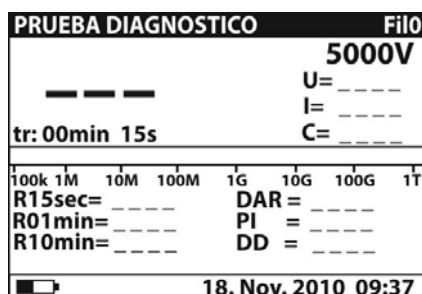
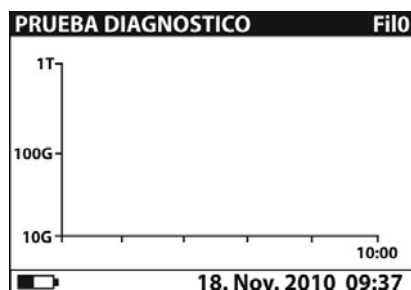

Fig. 29: Pantalla inicial numérica
Fig. 31: Pantalla inicial gráfica
2. Seleccione con las teclas flecha ▼ o ▲ la función “PRUEBA DIAGNÓSTICO” sobre el menú principal y confirme con la tecla **SELECT**. La pantalla Fig. 29 es mostrada por el instrumento. En el caso en el cual la opción gráfico R(t) **este activada (ON)** pulse las teclas flecha ▼ o ▲ para pasar a la pantalla gráfica Fig. 31